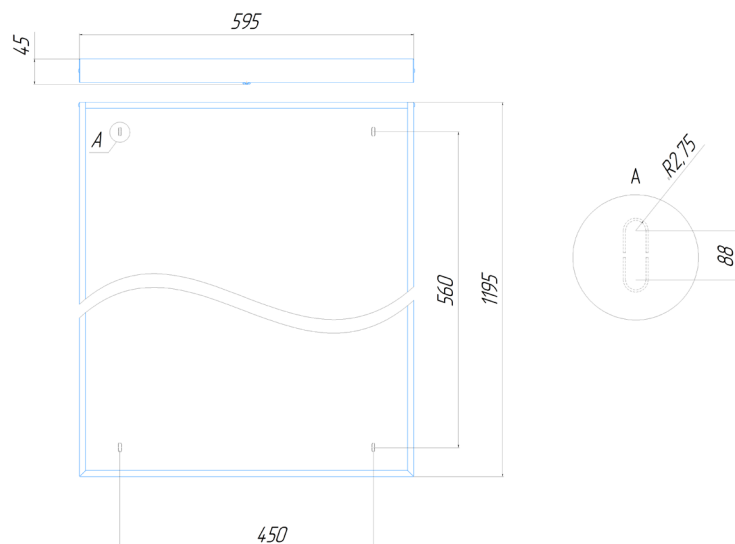

Рисунок 1. Габаритный чертеж Ecomex Office 1195x595 G2 EM
5.1.2. Для установки светильника необходимо повернуть торцевую панель и аккуратно снять рассеиватель. Надежно закрепить на ровной поверхности корпус светильника при помощи комплекта креплений, габариты для монтажа см. рисунок 1.